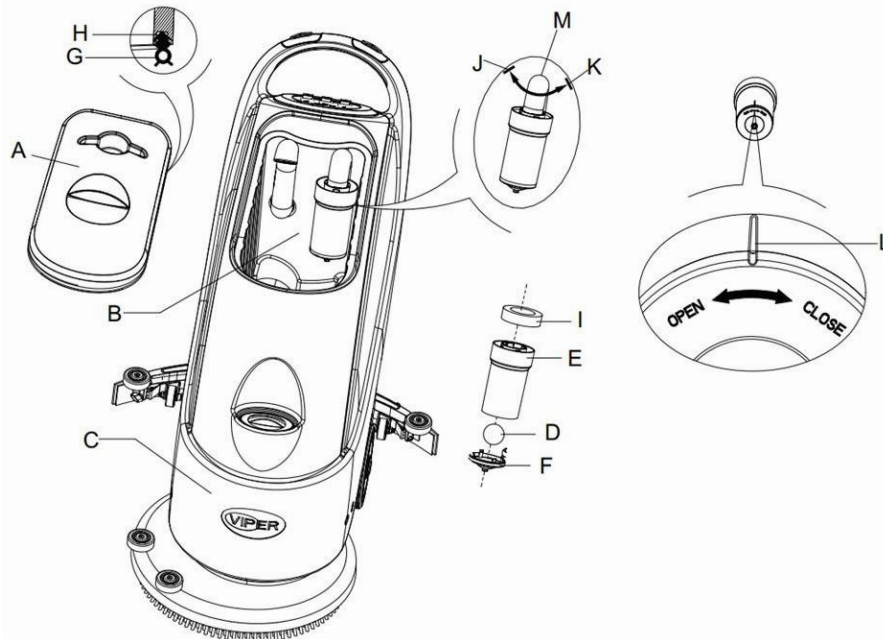

Figura 16
2. Puneți comutatorul (41) pe poziția "O" pentru a opri mașina.
3. Deschideți capacul apei de colectare (A, Figura 16) și scoateți flotorul (36) din rezervorul de apă de colectare.
4. Folosiți apă curată pentru spălarea capacului rezervorului (A), rezervorul (B și C), și cadrul suport al filtrului flotor (E). Goliți toată apa din rezervor prin tubul de colectare apă (15).
5. Dacă este necesar, urmând simbolurile "Deschis" și "Închis" după cum se arată în Figura 16, deschideți capacul (F) de la baza filtrului flotor și curățați flotorul (D), cadrul suport al filtrului flotor (E) și buretele filtrului (I). După spălare, fixați flotorul pe cadrul suport al filtrului flotor (E), și apoi aliniați marcajul șanț (L) de la partea de jos a capacului (F) filtrului flotor cu marcajul șanț (L) de pe cadrul suport al filtrului flotor (E). Închideți strâns capacul (F) de la partea de jos a filtrului flotor și fixați buretele filtrului (I) pe cadrul suport al filtrului flotor (E), și apoi pe tubul de aspirare (M).
6. Verificați soliditatea inelului de etanșare (G) al capacului rezervorului de apă.
Dacă este necesar, garnitura de etanșare a rezervorului (G) se scoate din locașul canelură (H) și se schimbă. Când se montează o nouă garnitură de etanșare, ca în Figura 16 de mai jos, instalați conectorul la mijlocul părții din spate.
7. Verificați dacă suprafața pe care se aplică garnitura (G) este intactă și etanșarea se face corespunzător.
8. Închideți capacul apei colectate (A).